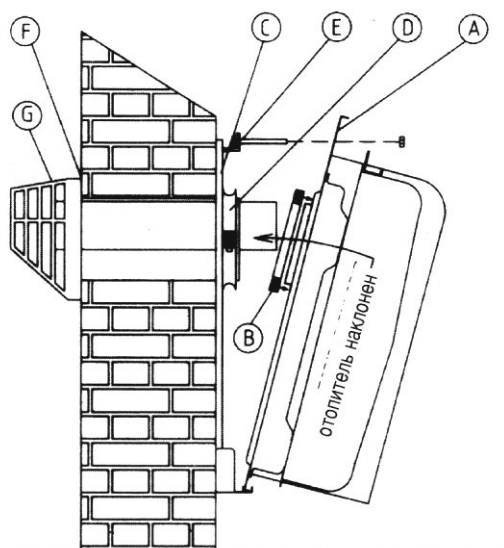

Рис. 6
3. Комплектный отопительный прибор (без крышки) вставить нижней частью в подвесной лист (см. рис. 6). Путем опрокидывания к стенке всасывающая труба вставляется в горловину задней стенки прибора. Затем привинтить муфту E с отопительным прибором (подвесные планки H для БЕТА 3,4,5).